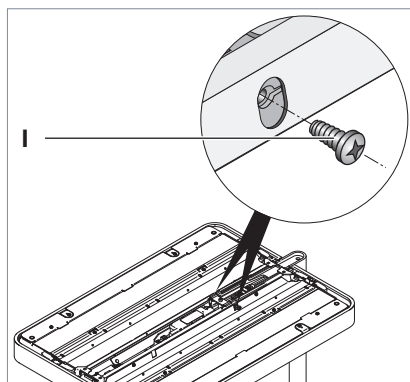

Fig. 6: Fixer la tête du luminaire.
- Pour fixer la tête du luminaire, vissez et serrez les deux vis de fixation **I**, voir Fig. 6.